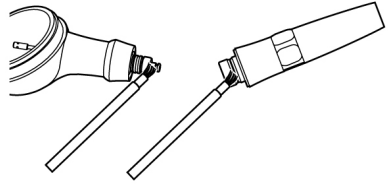

Fig. 21
- 1) Nettoyez l'intérieur du raccord de la pièce à main à l'aide de la brosse de nettoyage (Fig. 21).
- 2) Nettoyez les raccords du compartiment à poudre à l'aide de la brosse de nettoyage (Fig. 21).